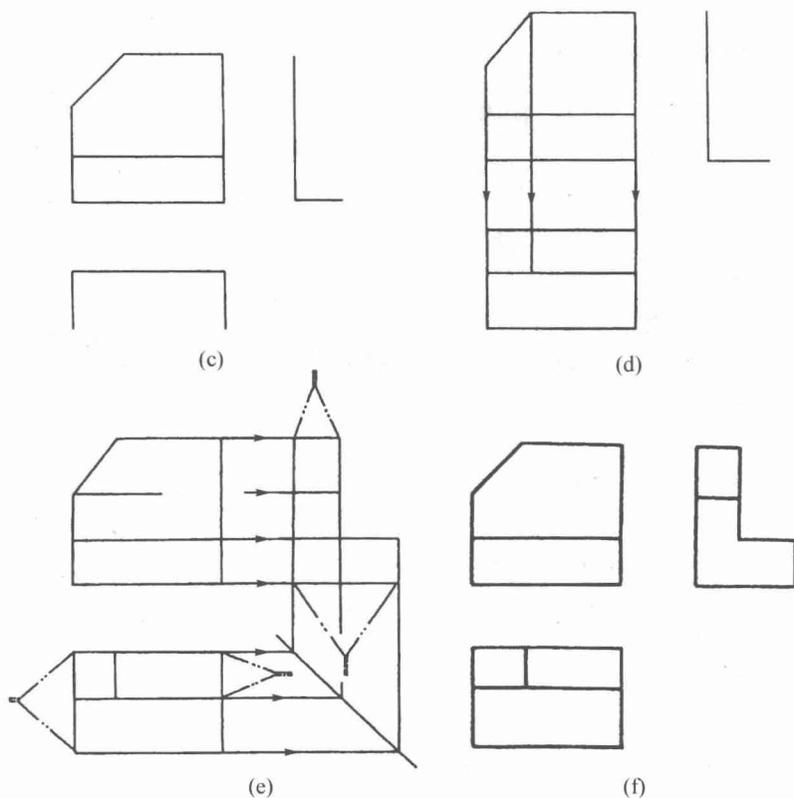

图1-8 画物体三视图的步骤
由模型画三视图,每个尺寸只能测量一次,作图时应保持“长对正、高平齐、宽相等”的三等关系。其作图步骤见图1-8所示。
- 1) 确定物体的投射方向,想象3个视图的形状 [见图1-8(a)]。
- 2) 画3个视图的作图基准线 [见图1-8(b)]。
- 3) 一般先画主视图。根据长、高尺寸确定图形大小 [见图1-8(c)]。
- 4) 作俯视图。过主视图引垂直线,确保“主、俯长对正”以及宽度尺寸作图 [见图1-8(d)]。
- 5) 作左视图,过主视图引水平线,确保“主、左高平齐”;借助等份规或45°辅助线实现“俯、左宽相等” [见图1-8(e)]。
- 6) 核对三视图底稿图,确定无误后,擦掉作图线,描粗加深视图的图线,完成三视图 [见图1-8(f)]。